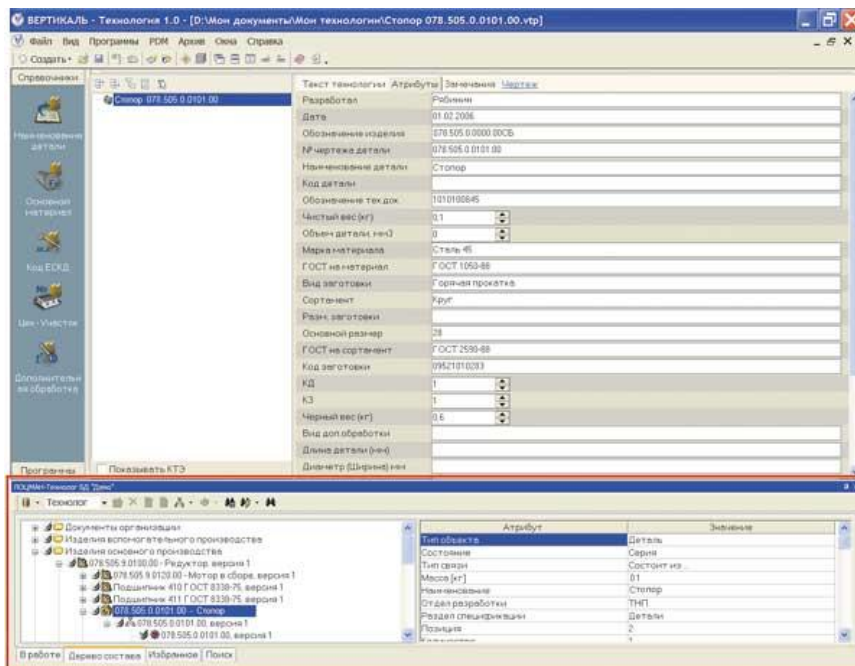

Рис. 2. ЛОЦМАН-Технолог. Создание нового ТП
**Шаг 1.** В системе ВЕРТИКАЛЬ открываем приложение ЛОЦМАН-Технолог. Выбираем в базе данных ЛОЦМАН:PLM деталь, технологический процесс изготовления которой будем разрабатывать. Создаем объект «Технологический процесс» в дереве объектов ЛОЦМАН:PLM и загружаем ТП в ВЕРТИКАЛЬ (рис. 2). Важно отметить, что все действия выполняются в окне одной программы — САПР ТП ВЕРТИКАЛЬ, не требуя загрузки других систем или переключения между окнами различных программ.